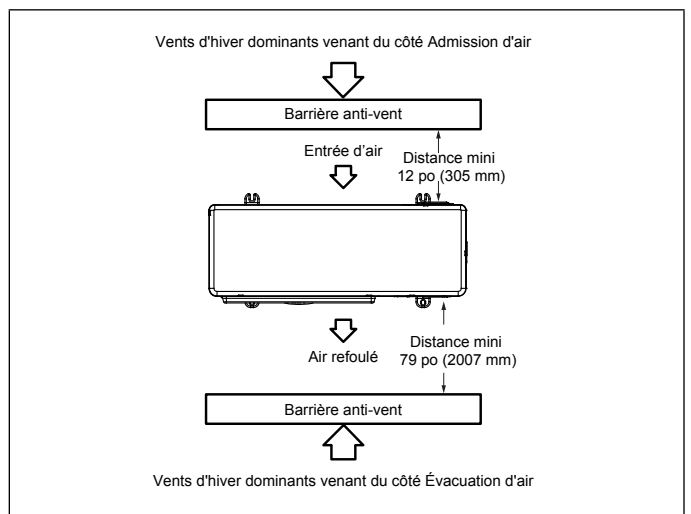

Figure 27. Barrière anti-vent
- Quand les vents dominants sont du côté de l'admission d'air, positionner la chicane anti-vent à un minimum de 12 pouces (305 mm) de l'unité comme illustré à la « Figure 27. Barrière anti-vent ».
- Quand les vents dominants sont du côté évacuation, positionner la chicane anti-vent à un minimum de 79 pouces (2007 mm) de l'avant de l'unité comme illustré à la « Figure 27. Barrière anti-vent ».